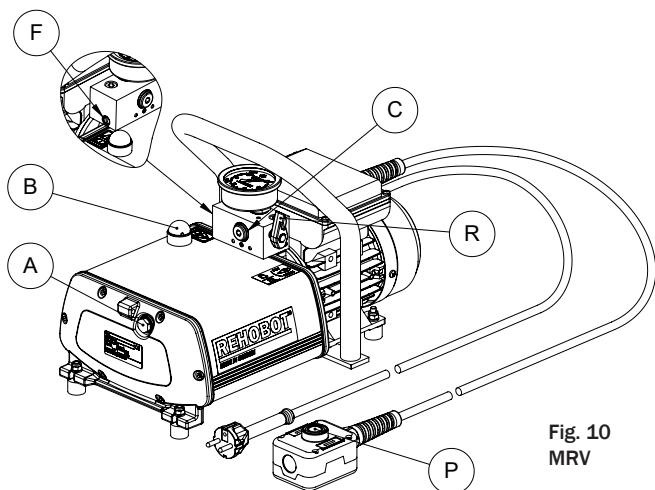
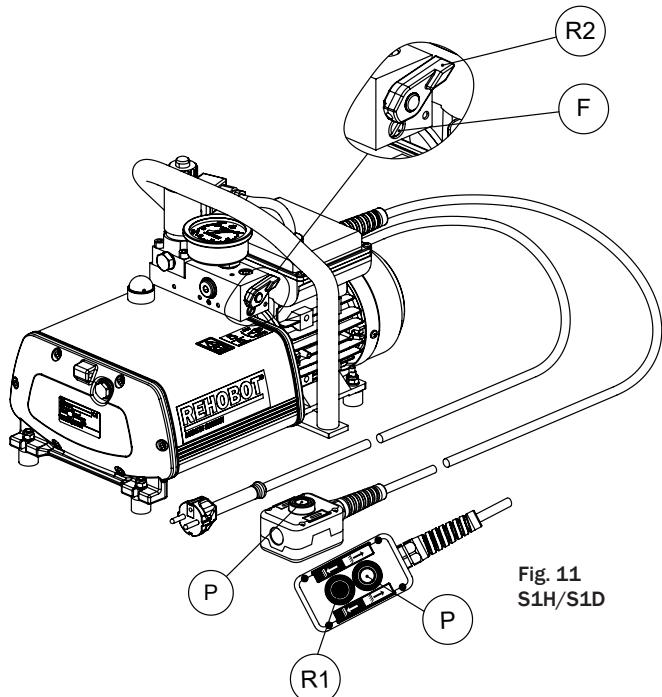

Fig. 10
Fig. 11
- Unscrew the oil filler plug (Fig. 10, item B).
- Fill the oil reservoir through the filler hole until the oil level reaches the centre of the level glass plug (fig. 10 pos. A).
Adjustment of maximum pressure is done by turning the adjustment screw (fig. 10 and fig. 11, pos. F)
Der Ölneinfülldeckel verfügt über ein eingebautes Belüftungsventil, um Über- und Unterdruck im Ölbehälter (Abb. 10 Pos. B) zu verhindern.
Ölstandsglas zur einfachen Überprüfung des Ölstands (Abb. 10 Pos. A) MRV/S1H - Kugelrückschlagventil zur Aufrechterhaltung des Drucks, auch wenn die Pumpe nicht eingeschaltet ist.
Schließen Sie den Hydraulikschlauch mit einer G 1/4" Kupplung an (Abb. 10, Punkt C) oder REHOBOT Schnellkupplung.
Das Ölstandsglas (Abb. 10 Pos. A) kann gegen eine geeignete G 1/4" Kupplung ausgetauscht werden und als Ölrücklaufanschluss verwendet werden.